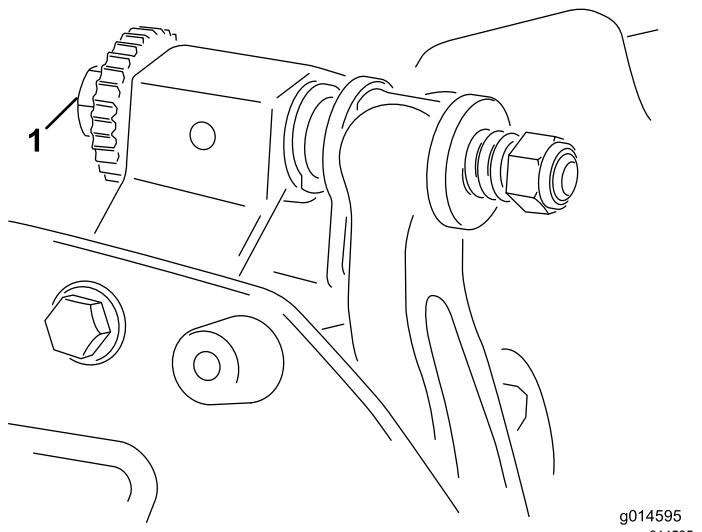

图9
6. 向右转动底刀架调节螺丝图9通过左右滑动薄垫片直至感到薄垫片上存在轻微的压力。取出薄垫片。